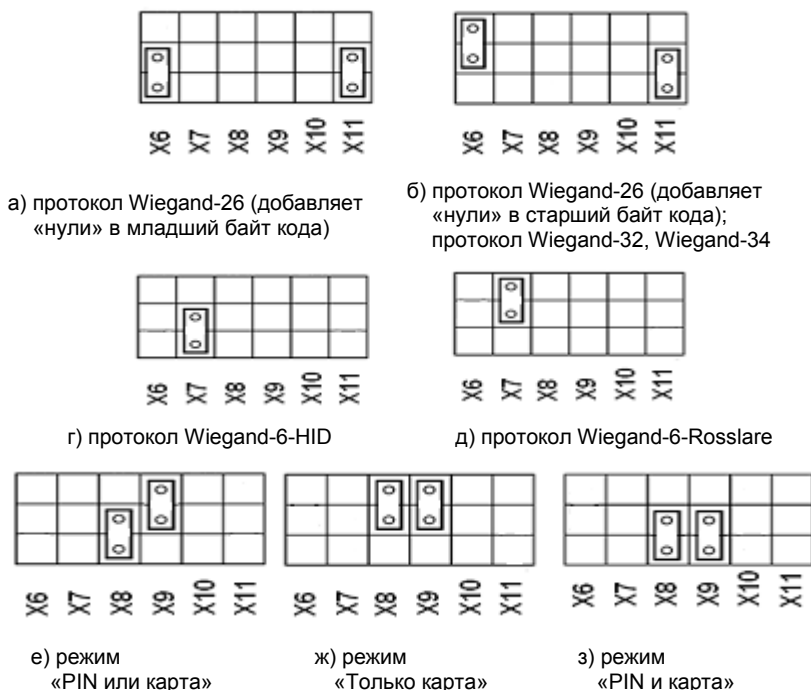

**Рисунок 6 – Расположение перемычек на плате адаптера**
- в) Установить джамперы (рисунок 6, рисунок 7) в нужное положение;
*По умолчанию адаптер поставляется с переключателями, установленными для работы по интерфейсу WIEGAND в режиме «Только карта» (рисунок 6).*